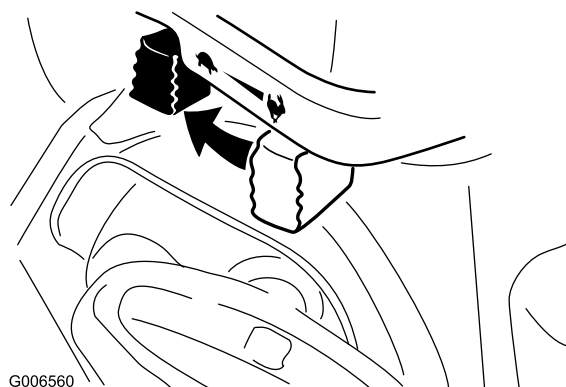

Рисунок 26
1. Передвиньте дроссельный кран в положение Slow (Медленно), а затем в положение Stop (Стоп) (Рисунок 26).